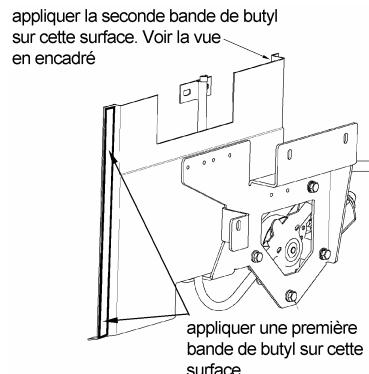

FIGURE 3
9. Appliquer 2 bandes de butyl sur la pièce de plastique de l'assemblage moteur/support selon la figure 3.